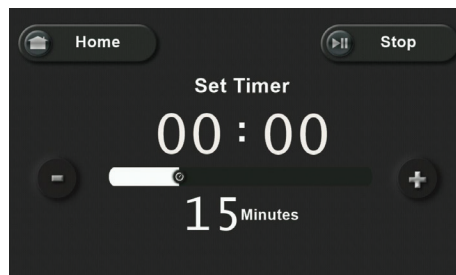

Fig. 1
3. Utilizzare il cursore per regolare il timer. Il tempo massimo è di 30 minuti. (Fig. 1)